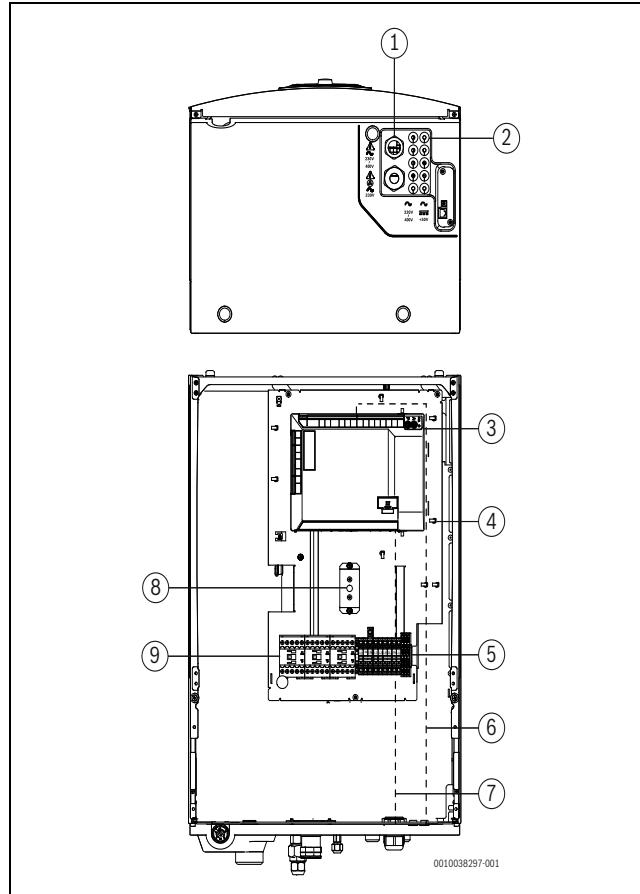

Bild 10 Kabdeldurchführungen (Ansicht von unten und vorn)
- Führen Sie die CAN-BUS-Fühler und anderen Signalleitungen durch die entsprechenden Kabelzuführungen, gekennzeichnet mit <50 V. Führen Sie die Kabel bis zur Vorderseite des Geräts durch und schließen Sie sie an, siehe Abb. 10.